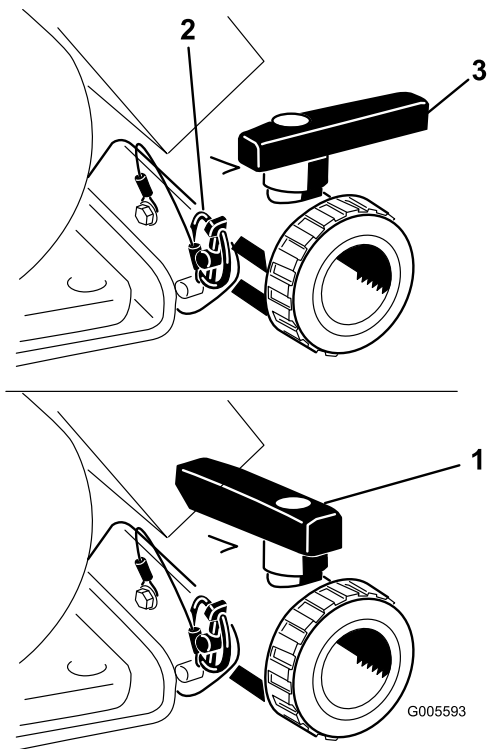

Figura 21
Abra a válvula para escoar do depósito qualquer material não usado e eliminá-lo de acordo com as normas locais e as instruções do fabricante (Figura 21). Depois de vazio, remova o pino de sujeição no suporte que segura a válvula de
- Quando o depósito estiver escoado na totalidade, instale a válvula na estrutura com o pino de sujeição removido previamente e feche a válvula de escoamento (Figura 21).